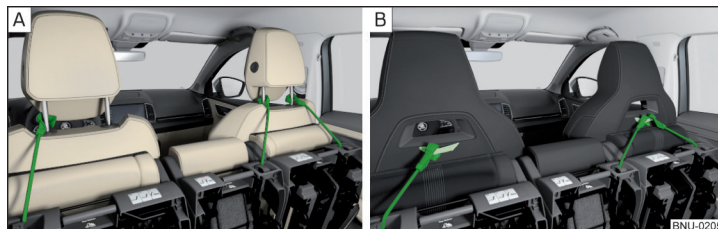

Fig. 85 Bloquear los asientos abatidos hacia arriba
- Los asientos abatidos hacia arriba con el cinturón de fijación, bloquearlos adelante en la barra guía del reposacabezas » fig. 85 - [A].
- En los asientos con el reposacabezas integrado, fijar el cinturón en el lazo en la parte trasera del respaldo » fig. 85 - [B].